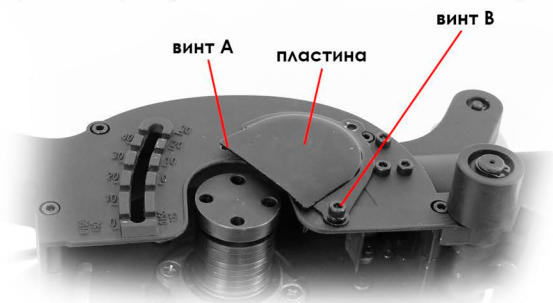

Рис.2
2. Открутите винт А с внутренним шестигранником М5 на боковой защитной пластине, затем ослабьте (но не удаляйте) второй винт В и сдвиньте пластину вверх направо (Рис. 2).